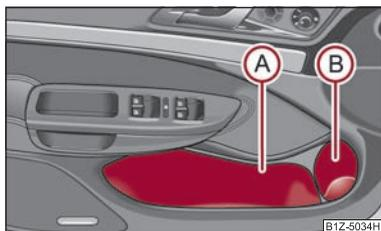

Fig. 95 Vide-poches dans les portes AV
Afin de ne pas entraver le bon fonctionnement de l'airbag latéral, utilisez le niveau (A) ⇒ fig. 95 du vide-poches pour y mettre des objets ne dépassant pas. ■